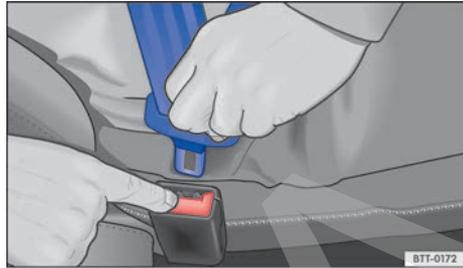

Fig. 50 Suelte la lengüeta del cinturón de seguridad del cierre del cinturón.
- Pulse la tecla roja del cierre del cinturón de seguridad \Rightarrow **fig. 50**. La lengüeta del cinturón de seguridad es expulsada hacia afuera.